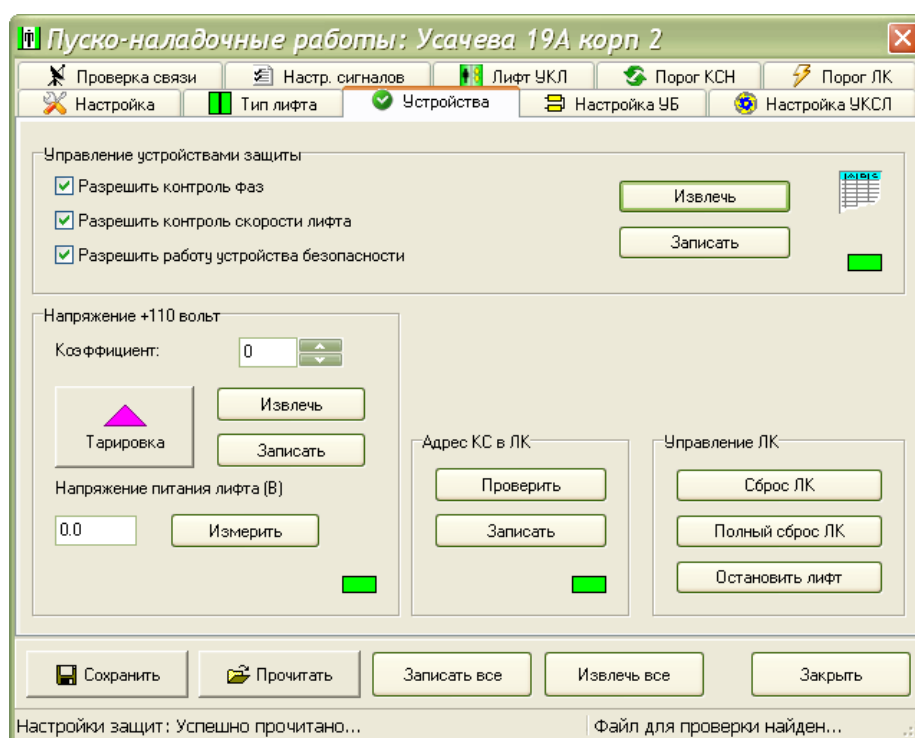

Рисунок 71
22) Разрешить работу устройства контроля скорости лифта. Для этого перейти на вкладку «Устройства» и установить «галочку» «Разрешить работу устройства безопасности» (рисунок 71). Для занесения значения настроек в лифтовой контроллер КЛН однократно нажать мышкой кнопку «Записать». Ввести пароль. В нижней строке окна должна появиться надпись «Успешно записано». Для сохранения настройки на жестком диске компьютера однократно нажать мышкой кнопку «Сохранить». Далее в появившемся окне нажать кнопку «ОК».